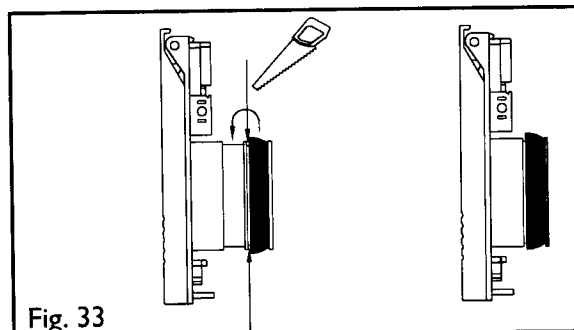

Fig. 33
3.1 Flytta tätningsringen till spåret närmast locket (fig. 33).
3.2 Kapa av muffen med en vass kniv eller en såg jäms med brytlinjen (fig. 33).
Observera den rätta längden på sugdosans rörmuff och tätningsringens plats (se sid. 11 fig. 33).